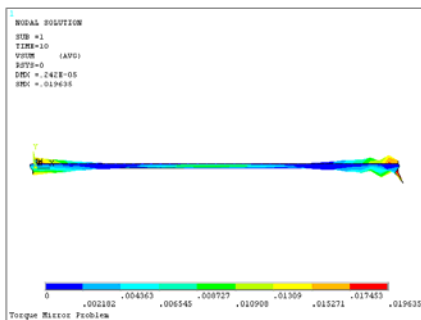

图 9-41 速度场分布等值线图
④在“Item to be contoured”列表框中依次选择 DOF Solution→Fluid velocity，单击“OK”按钮，ANSYS 窗口将显示如图 9-41 所示的速度场分布等值线图。